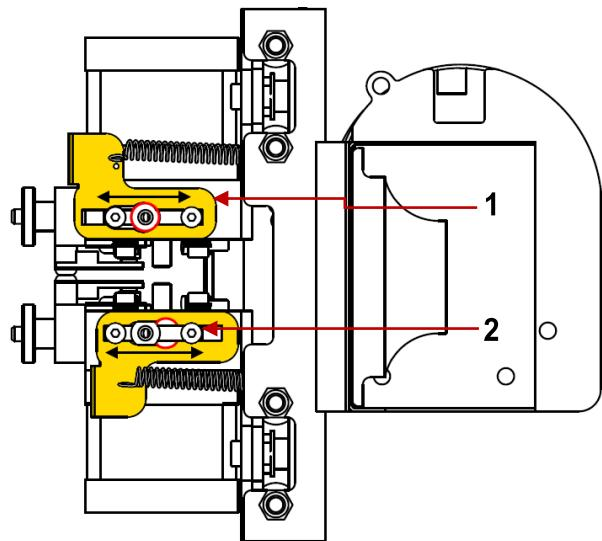

Рис. 70 Процедура замены модуля с двумя термоголовками
- Расположить вилку рядом с разъемом D-Sub и осторожно вставить вилку в разъем. Соблюдать осторожность, чтобы не уронить модуль (рис. 70, шаг А).
- Другой рукой необходимо дотянуться до противоположной стороны каретки. Повернуть расположенную там ручку (рис. 70, шаг А, красный цвет), притянуть модуль к каретке. Установочные штифты (рис. 70, шаг А, желтый цвет) автоматически устанавливают модуль в правильное положение. Модуль должен быть достаточно сильно затянут.
- Опустить экструдер T1 (рис. 70, шаг В, желтый цвет) так, чтобы он был расположен рядом с наконечником направляющей термоголовки T1 (рис. 70, шаг В, красный цвет).
- Установить зажим экструдера (рис. 70, шаг С, желтый цвет) в открытое положение (рис. 70, шаг D).
- Протянуть экструдер T1 в направляющую (рис. 70, шаг С, красный цвет) и установить зажим в закрытое положение (рис. 70, шаг D). Зажим должен заблокироваться на фланце направляющей.
8. Снять экструдер T1 с направляющей термоголовки T1, потянув за зажим экструдера (рис. 70, шаг C, желтый цвет) и вытянув экструдер.